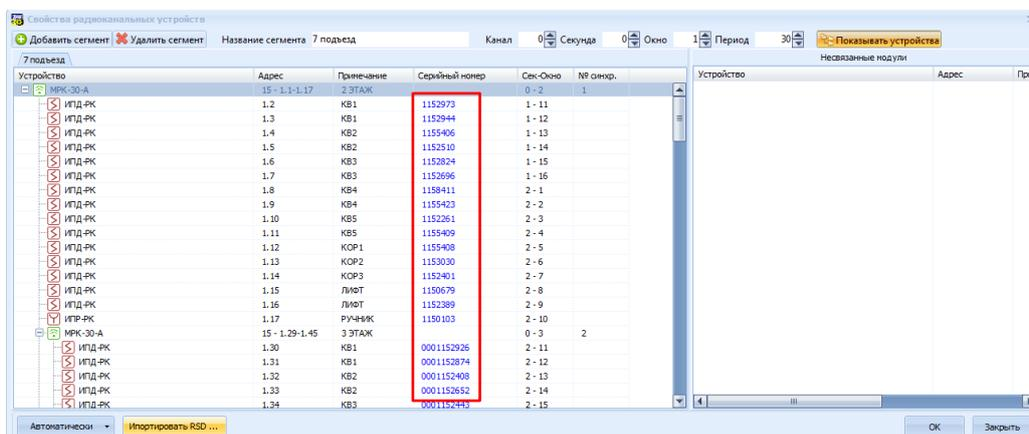

Рисунок 4.40
- 6) Указать Серийный номер для радиоканальных устройств сегмента (Рисунок 4.40).
Примечание - добавление радиоканальных устройств возможно из списка, полученного из программы Rubezh SNR (можно загрузить в PlayMarket), которая считывает QR-коды устройств. Для этого в окне «Свойства радиоканальных устройств» следует выделить МРК и нажать кнопку **Импортировать RSD** (Рисунок 4.40). В открывшемся окне выбрать файл со списком устройств (тип *.rsd). В этом случае устройства, которые были подключены к МРК, будут заменены на устройства из файла RSD. Список устройств загружается вместе с серийными номерами.